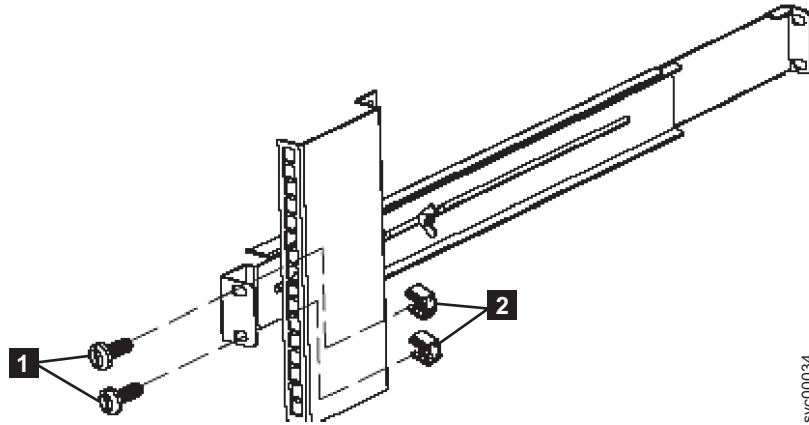

図 130. 2145 UPS-1U の後部レール取り外し
5. 2 つの M6 × 10 ねじと (338 ページの図 130 の **1**)、2 つのクリップ・ナット (**2**) をレールの後ろ側から取り外します。